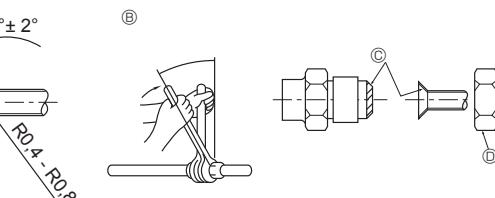

Fig. 4-1
4.2. Anslutningsrör (Fig. 4-1)
② Åtdragningsmoment för flänsmutter